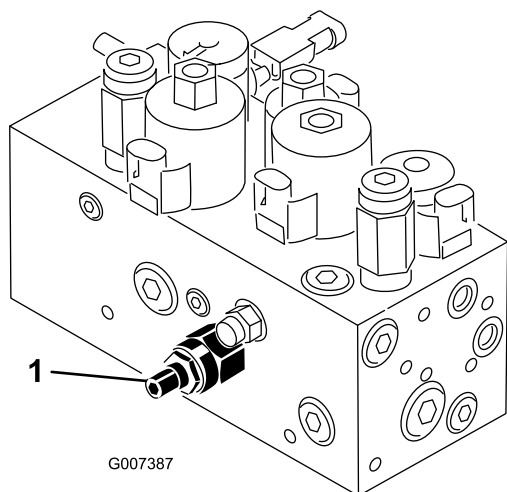

Bild 55
Der Hub-/absenkungskreis der Mähwerke ist mit einem Stromventil ausgerüstet (Bild 55). Dieses Ventil wird im Werk eingestellt. Zum Ausgleichen unterschiedlicher Hydrauliköltemperaturen und Mähgeschwindigkeiten usw. müssen Sie dieses Ventil jedoch u. U. einstellen. Gehen Sie dabei folgendermaßen vor:
1. Klappen Sie den Sitz hoch und finden Sie das Hauptregulierungsventil für das mittlere Zuggestell (Bild 55), das sich neben dem Hydraulikverteiler befindet.